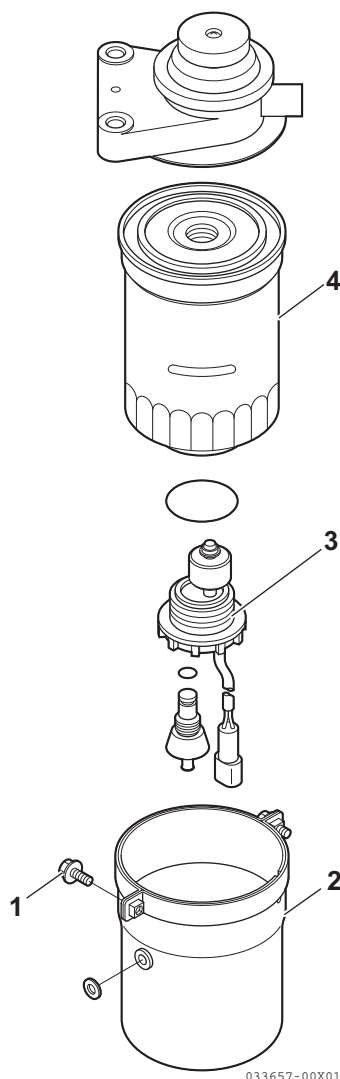
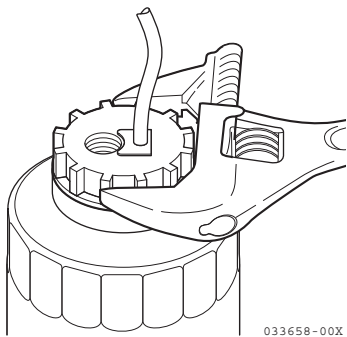

Abbildung 10
Abbildung 11
2. Die zwei Befestigungsschrauben (**Abbildung 10, (1)**) und das Gehäuse (**Abbildung 10, (2)**) entfernen.
5. Alarmschalter (**Abbildung 10, (3)**) und (**Abbildung 11**) mit einem Schraubenschlüssel entfernen.
6. Das Filterelement (**Abbildung 10, (4)**) mit einem Filterschlüssel entfernen.